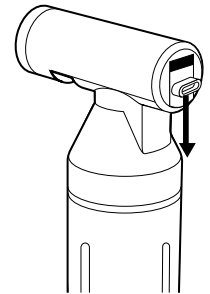

Abbildung 4. Sperren Sie den Bajonettverschluss (drücken Sie ihn nach unten).
4. Um Luft aus der Patrone zu entlassen, schieben Sie den Ventilaufsatz der Air Rush-Pumpe auf das Schlauchventil. Ein Bajonettverschluss, ein Knopf auf der Rückseite der Öffnung (Abbildung 4), verhindert, dass das Gehäuse verschoben wird.